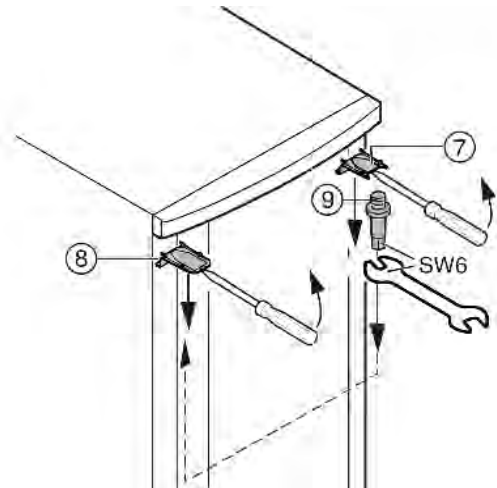

Fig. 6
- Верхнюю крышку Fig. 6 (7) и крышку Fig. 6 (8) с помощью отвертки выведите вперед из фиксатора и снимите, наклоняя вниз.
- Выкрутите опорный палец Fig. 6 (9) и вкрутите на противоположной стороне (с моментом 4 Нм).
- Снова установите крышку Fig. 6 (7) на стороне опорного пальца: насадите сзади, защелкните спереди.
- Установите крышку Fig. 6 (8) на противоположной стороне: насадите сзади, защелкните спереди.
- Подвесьте верхнюю часть двери на опорный палец Fig. 6 (9).